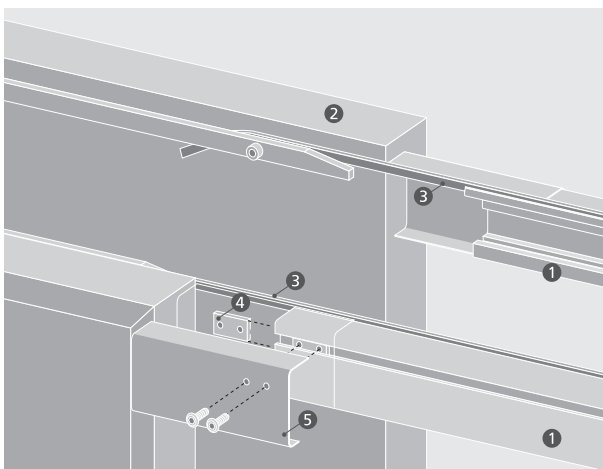

Abbildung 5.6.8 (ohne Kanal gezeichnet)
- Auf beiden Seiten der Förderstrecke zwischen Seitenabstützungen (1) und Gehäuse (2) eine Lücke von 15 cm lassen. (Abb. 5.6.8)
- Kunststoffgleitprofile (3) beidseitig gemäß Zeichnung in das Gehäuse führen. (Abb. 5.6.8)
- An den Enden der Seitenabstützungen Nutenstein (4) in die seitliche Nut einschieben. (Abb. 5.6.8)
- Abdeckbleche (5) montieren. (Abb. 5.6.8)